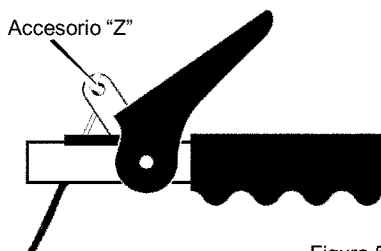

Figura 59
(Figura 59).
5. Desconecte el **accesorio "Z"** de la **palanca de propulsión** (Figura 59).
11. Instale el **gancho "Z"** en la **palanca de propulsión** (Figura 59).